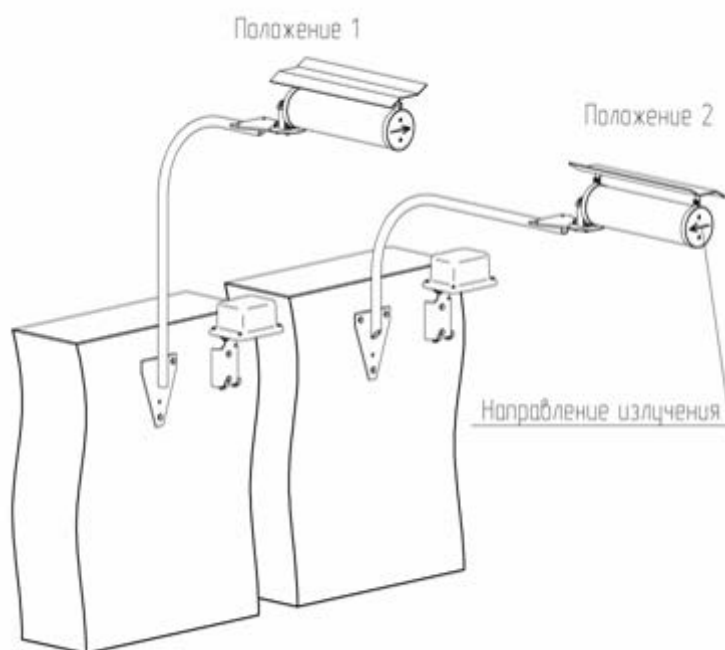

Рисунок 1 - Разнесение блоков смежных участков
- создание непрерывной зоны обнаружения (как на прямолинейных, так и на угловых участках ЗГР) обеспечивается специальными кронштейнами за счет формирования зон перекрытия (рис. 1);
Блоки извещателей «Предел-200-К» («Тантал-200-К») устанавливаются на специальные кронштейны. Конструкция кронштейна обеспечивает разнос в пространстве блоков смежных извещателей за счет разной длины плеч кронштейна при одинаковой высоте установки оснований кронштейнов. Кронштейны смежных участков должны быть закреплены так, чтобы оси ЗО этих участков были разнесены в пространстве по каждой из осей на расстояние не менее 8 см (рис.1).